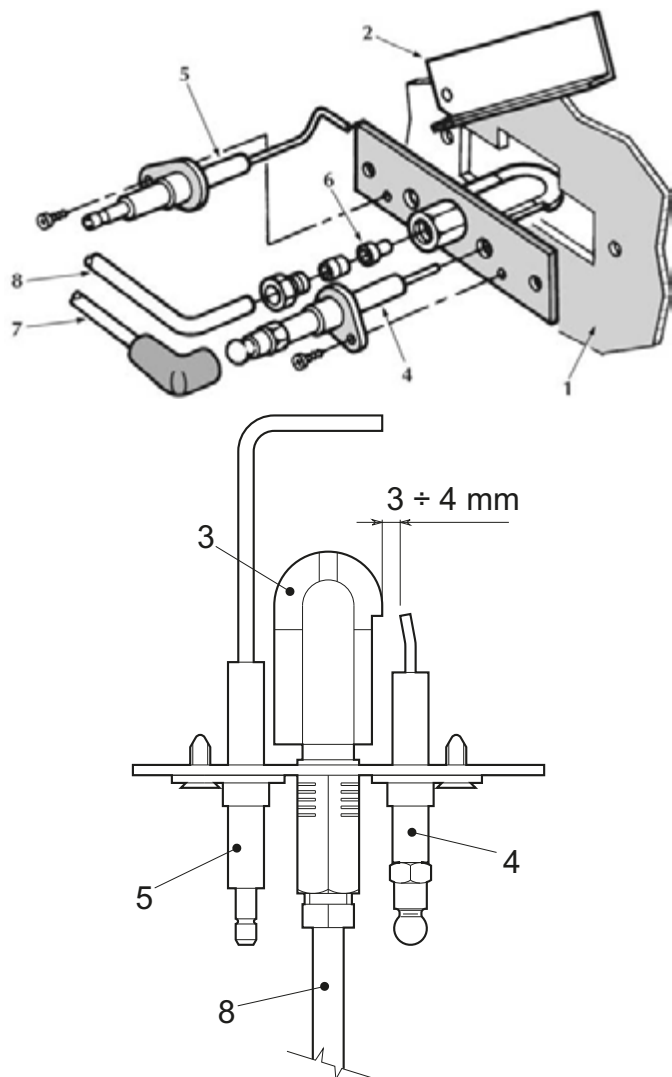

fig. 8 - Bruciatore pilota
- Gli elettrodi devono essere liberi da incrostazioni e correttamente posizionati (vedi fig. 8).
Dopo alcuni tentativi d'accensione, la centralina elettronica mette in blocco la caldaia.	<p>Pulire con aria compressa gli ugelli dei bruciatori pilota.</p> <p>Controllare che l'arrivo del gas alla caldaia sia regolare e che l'aria sia stata eliminata dalle tubazioni.</p> <p>Controllare che gli elettrodi siano correttamente posizionati e senza incrostazioni (vedere fig. 8).</p> <p>Verificare che la caldaia sia allacciata ad una buona connessione di terra.</p> <p>Controllare i collegamenti agli elettrodi d'accensione e di ionizzazione.</p>
In fase d'accensione, non avviene la scarica tra gli elettrodi.	<p>Controllare che gli elettrodi siano correttamente posizionati e senza incrostazioni (vedere fig. 8).</p> <p>Termostato di regolazione regolato troppo basso.</p> <p>Controllare l'alimentazione elettrica.</p> <p>Controllare i collegamenti agli elettrodi d'accensione e di ionizzazione.</p> <p>Controllare i collegamenti alla centralina elettronica di controllo fiamma.</p> <p>Verificare che non siano invertiti FASE-NEUTRO e che i contatti alla massa siano efficaci.</p> <p>Verificare la pressione del gas in entrata e eventuali pressostati gas aperti.</p> <p>Riarmare il termostato di sicurezza.</p> <p>Assicurarsi che il termostato ambiente sia chiuso.</p>